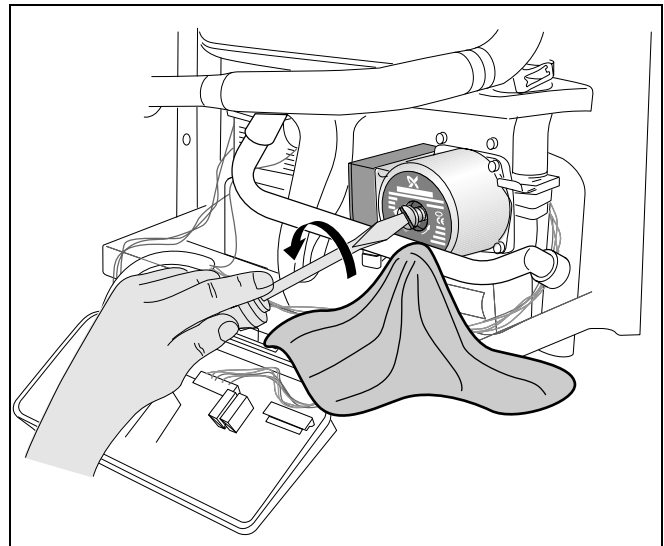

Fig. 24 Se desface șurubul de aerisire de la pompa de circulație
- Se desface cu două rotații șurubul de aerisire (Fig. 24, Poz. 1) din partea frontală a pompei de circulație.